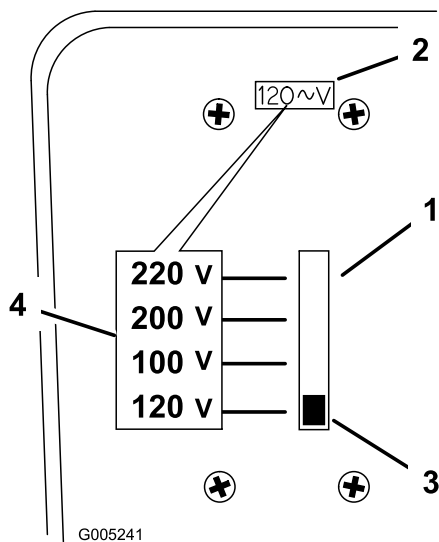

Figura 7
1. Localice el selector de tensión en la parte trasera del cargador (Figura 7).
2. Ajuste la tensión desplazando hacia arriba o hacia abajo el interruptor del selector de tensión para cambiar el ajuste (Figura 7).